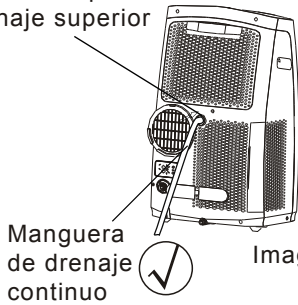

Imagen 20a
- En el modo deshumificador, retire el tapón de drenaje superior en la parte trasera de la unidad, instale el conector del drenaje (reparador hembra universal 5/8) con 3/4 manguera (comprar). Para los modelos que no cuentan con un conector de drenaje, adjunte la manguera de drenaje al orificio. Coloque el extremo abierto de la manguera sobre el área de drenaje del piso. Consulte la Imagen 20a.